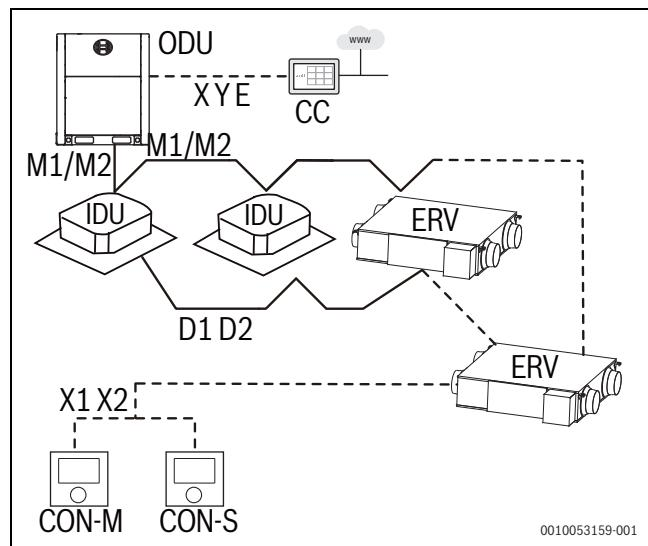

Fig. 18 Múltiples ERV con una o con varias unidades interiores
- Grupo de hasta 16 ERV combinados o unidades interiores regulares, controlado por uno o dos reguladores (maestro/esclavo) (→ fig. 18).